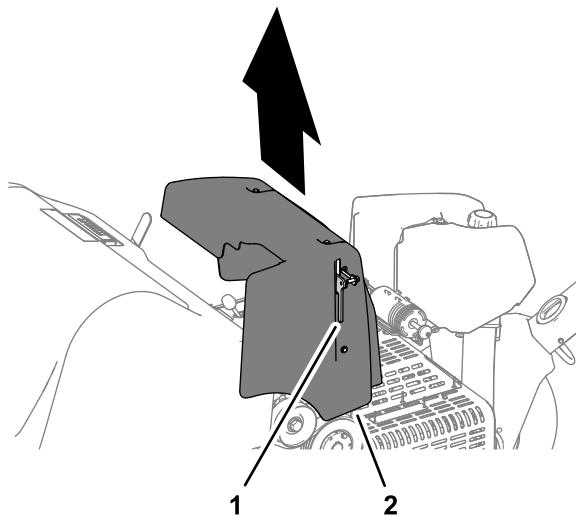

Bild 31
2. Heben Sie die Hebelklinke für die Motorhaube und nehmen Sie die Motorhaube von der Maschine ab (Bild 31).